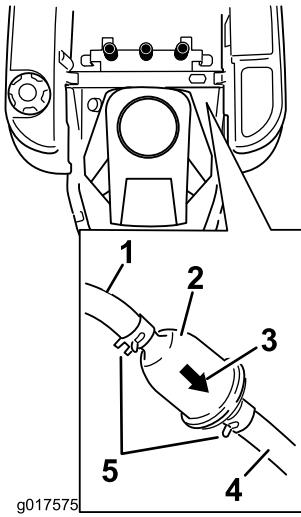

Figure 34
3. Repérez le filtre à carburant sur le côté du moteur, comme illustré (Figure 34).
- 4. Pincez les extrémités des colliers et éloignez les colliers du filtre (Figure 34).
- 6. Posez un filtre neuf en veillant à orienter la flèche indiquant le sens d'écoulement vers le moteur. Rapprochez les colliers de flexibles du filtre (Figure 34) pour le fixer en place.